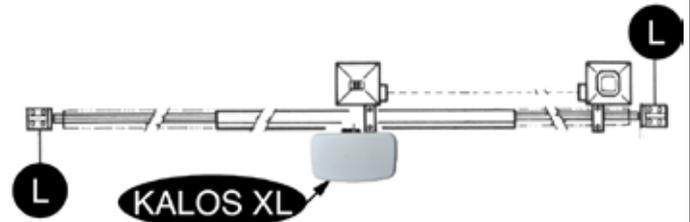

Abb. 2
- Ausser der elektrischen und mechanischen Endschalter, die mit der Steuerung verbunden werden ist es ratsam einen festen Endschlagpunkt am Boden zu befestigen. Der im gegebenen Fall einer Fehlfunktion der elektronik den Antrieb mit seinen kinetischen und statischer Groesse zum halten bringt (L)(Abb. 2).
Es ist notwendig, am Ende der Führung zwei mechanische Stoppvorrichtungen zu befestigen (L) (Abb. 2).